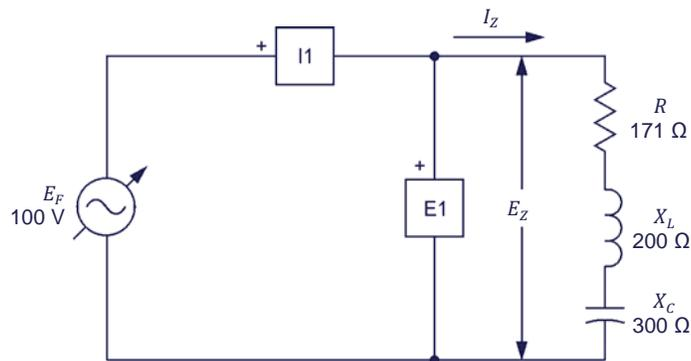

Figura 2-20. Circuito ca serie con un resistor, un inductor y un condensador.
39. Monte el circuito mostrado en la figura 2-20.